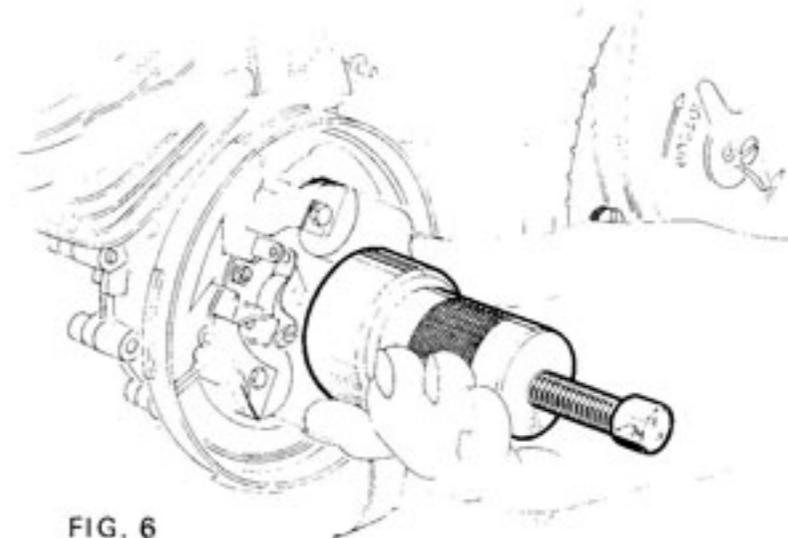

FIG. 6
- Visser à fond sur la came l'extracteur $\frac{\text{MB 1390}}{\text{VAR 379}}$ Fig. 6.